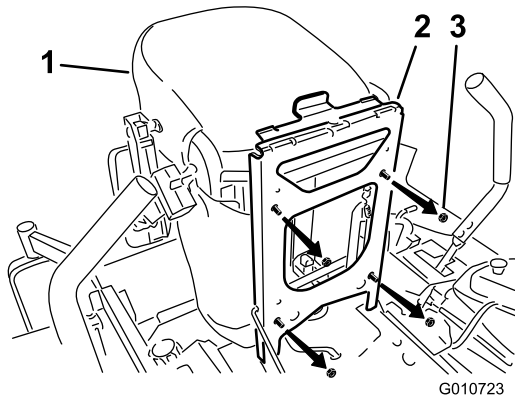

Figure 2
2. Retirez les écrous qui fixent le siège à son armature (Figure 2).